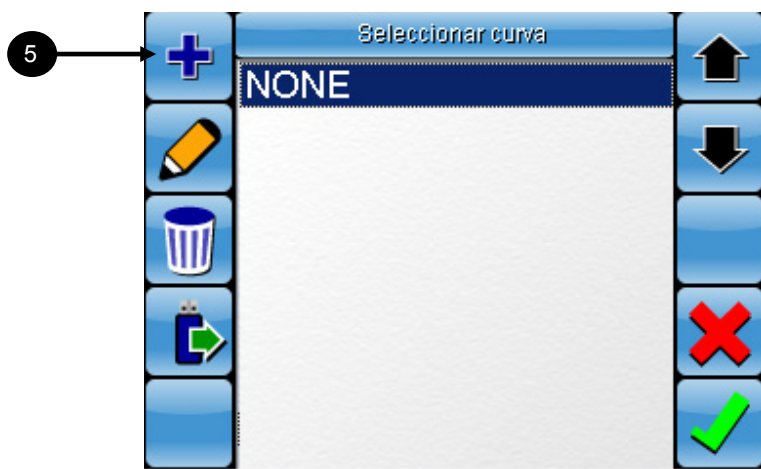

Figura 9-3. Cree un archivo nuevo de curvas idénticas
5. Seleccione  (figura 9-3) para crear un nuevo archivo de patrón de guiado de curvas idénticas.